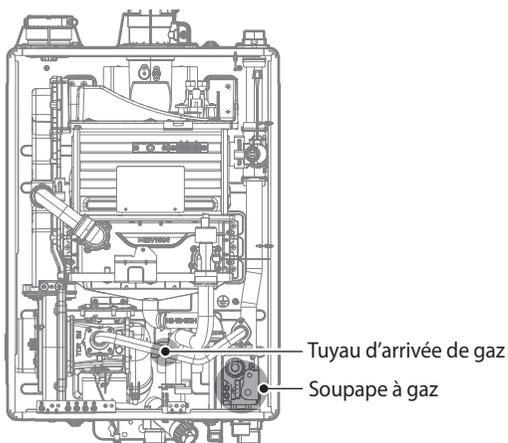

Figure 2. Composants internes des modèles NHB-H
8. Une fois les composants internes visibles, repérez le conduit d'arrivée du gaz et la soupape à gaz au centre de l'appareil, comme illustré à la figure 2.